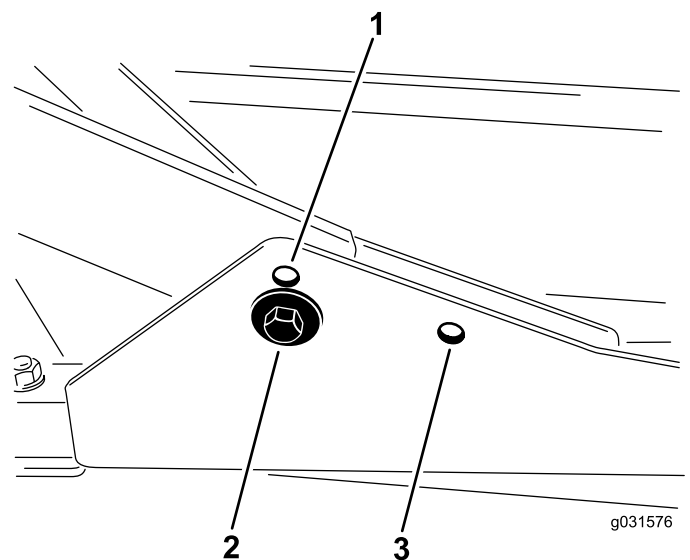

Figura 16
1. Para alturas de corte en el intervalo de 2 a 7,6 cm, los bastidores de tiro delanteros deben montarse en los taladros de montaje delanteros inferiores (Figura 16).
2. Para alturas de corte en el intervalo de 6,3 a 10 cm, los bastidores de tiro delanteros deben montarse en los taladros de montaje delanteros superiores (Figura 16).
Para todas las alturas de corte, la carcasa de corte trasera debe montarse en los taladros de montaje traseros (Figura 16).